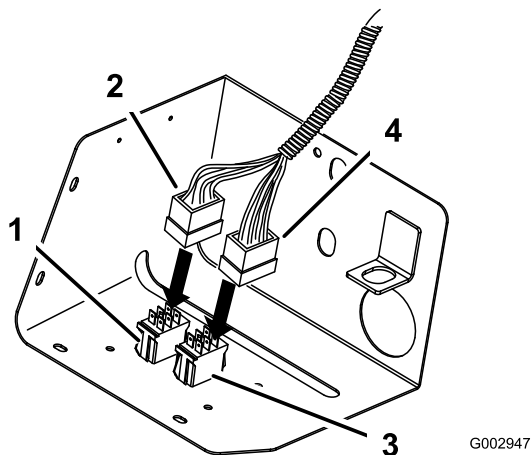

Bild 29
14. Schließen Sie den Anschluss, der hauptsächlich grüne und gelbe Drähte hat, an den Sprühauswahlschalter (Kippschalter) an (Bild 29).
15. Schließen Sie den Anschluss mit mehrfarbigen Drähten an den Dosierungssteuerschalter (Kurzzeitiger Schalter) an (Bild 29).